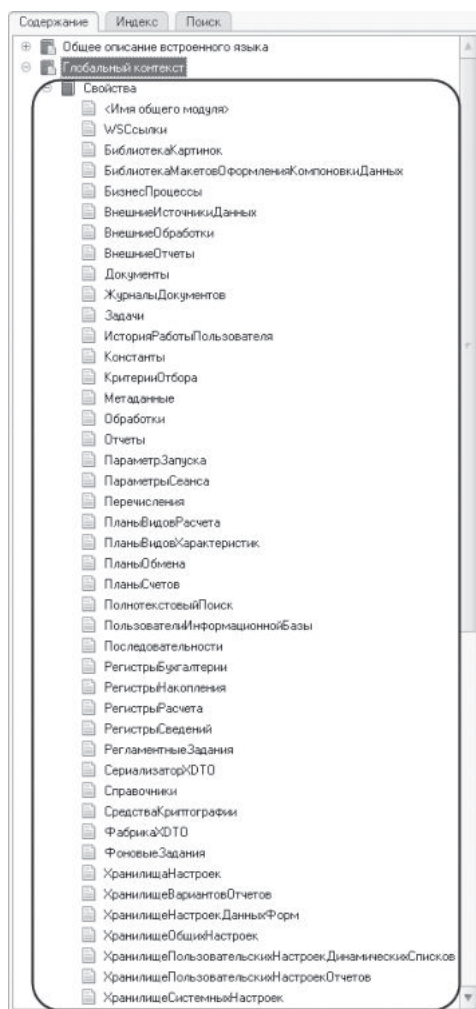

Рис. 5.24. Список свойств глобального контекста в синтакс-помощнике
- Есть ли свойство глобального контекста СтрокаТабличнойЧасти? Откроем в синтакс-помощнике свойства глобального контекста (рис. 5.24).